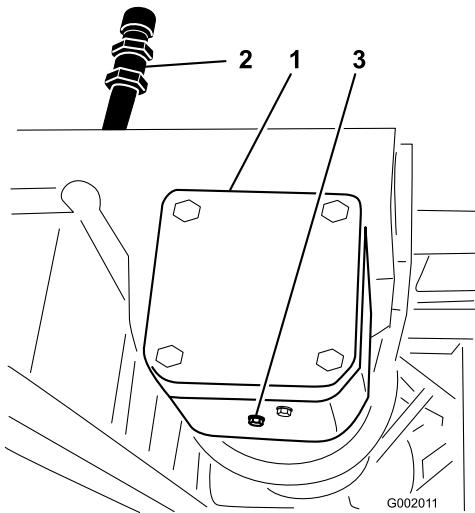

Figura 71
2. Mettete una bacinella sotto il tappo di spurgo, sulla scatola ingranaggi della trasmissione della pompa (Figura 71).
3. Togliete il tappo di riempimento ed il tappo di spurgo (Figura 71), e lasciate defluire l'olio nella bacinella.